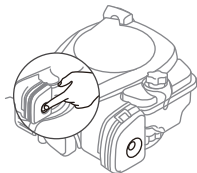

Fig.6B
2. Pulsar la bombilla del cebador 3 veces antes de arrancar el motor. (Fig.6B)
4. Sostén bien la barra de control del freno. Jala la manija de arranque lentamente hasta que sientas resistencia, luego jala rápidamente. Vuelve lentamente al bucle después de que el motor arranque. (Fig. 6B) NO dejes que la manija del arrancador se retraiga.